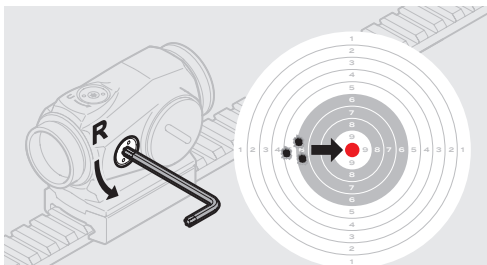
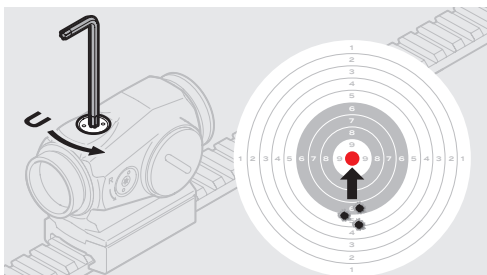

Fig. 5 Réglages en azimuth
Fig. 6 Réglages en site
- b Utiliser la clé Torx T10 de Aimpoint (3) pour tourner les vis de réglage.
- c Réglages en azimut (voir Fig. 5) :
- Tourner la vis de réglage en azimut (6) dans le sens inverse des aiguilles d'une montre pour déplacer le point d'impact vers la droite (R).
- Tourner la vis de réglage en azimut (6) dans le sens des aiguilles d'une montre pour déplacer le point d'impact vers la gauche.
- d Réglages en site (Voir Fig. 6) :
- Tourner la vis de réglage en site (7) dans le sens inverse des aiguilles d'une montre pour relever le point d'impact (U).
- Tourner la vis de réglage en site (7) dans le sens des aiguilles d'une montre pour abaisser le point d'impact.
- f S'assurer que le viseur est solidement fixé sur l'arme et resserrer la vis (12) si nécessaire.